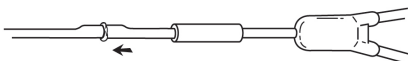

Fig. 7
7. Deslizar las cánulas metálicas del extremo del catéter de recambio totalmente dentro del catéter (Fig. 7).